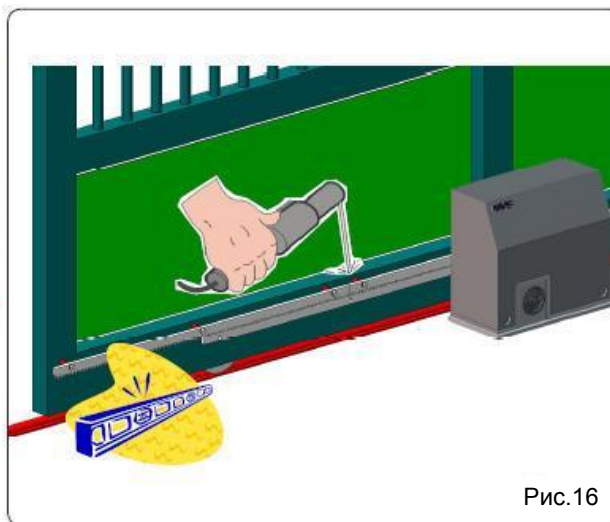

Рис.16
5. Совместите вторую часть рейки с предыдущей с помощью отрезка рейки (как показано на рис. 16) для синхронизации обоих элементов.